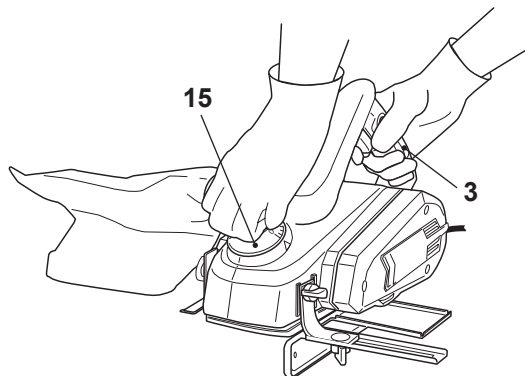

Fig. 7
- > Tenez le produit avec une main sur la poignée [3], et l'autre sur la molette de réglage de la profondeur de coupe [15] (Fig. 7).